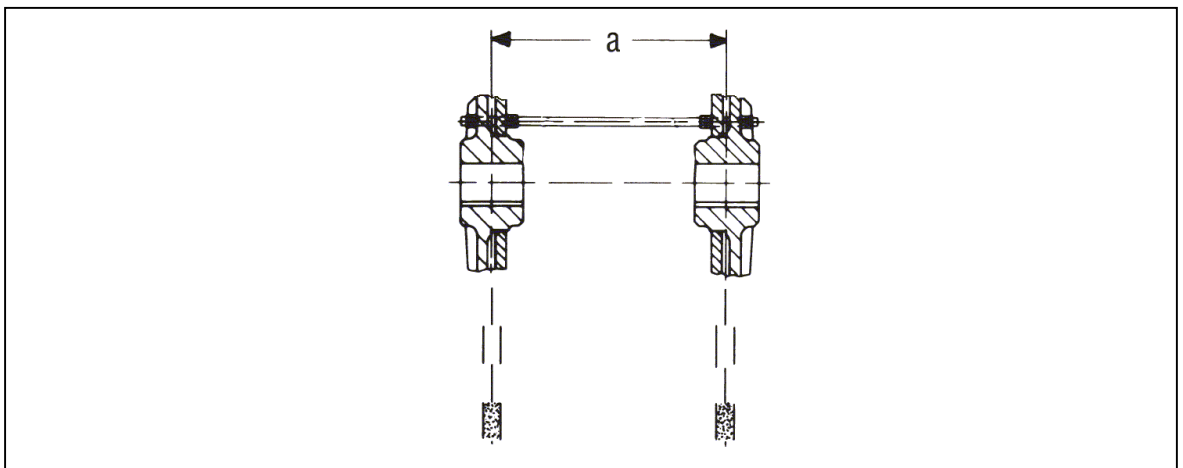

Bild 2
2. Abstand  $a$  mittels 2 Distanzschrauben bei der Montage distanzieren! (Bild 2) (Entsprechende Bohrungen an den Rädern vorhanden. Distanzschrauben keine RUD-Lieferung.)